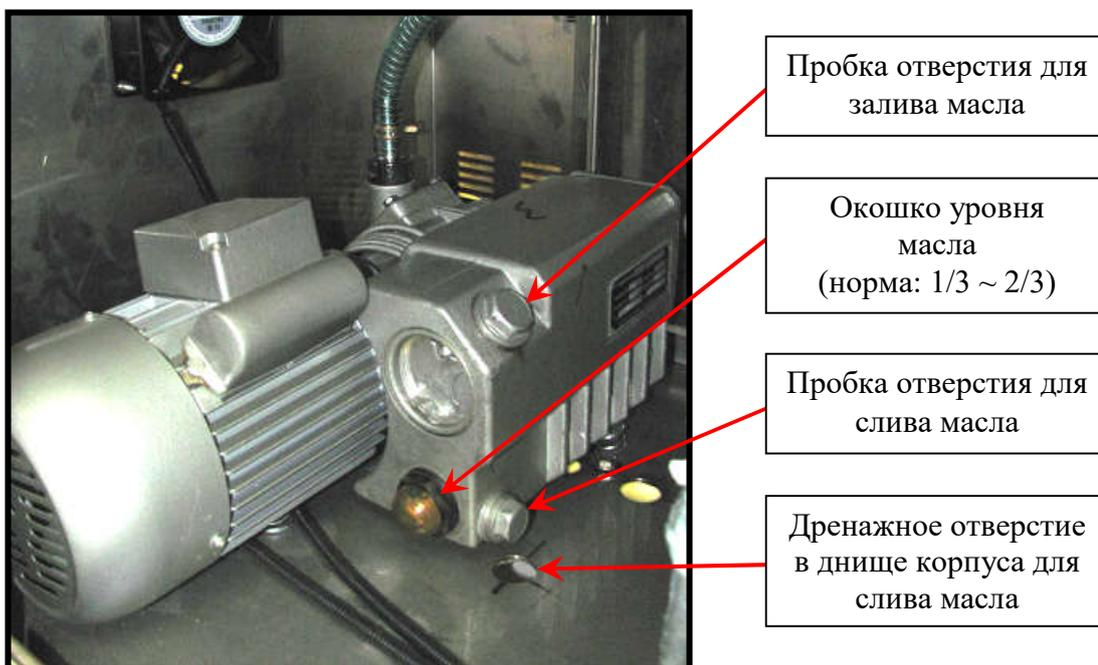

Рисунок 7.5 - Общий вид вакуумного насоса
- При помощи гаечного ключа вывинтить пробку отверстия для залива масла и пробку отверстия слива масла (см. Рисунок 7.5). Слить масло через отверстие, а по завершению плотно завинтить пробку отверстия слива масла.